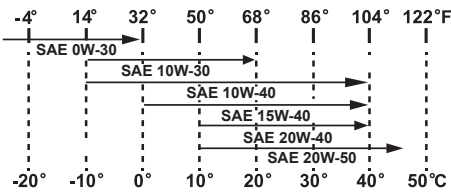

Figure 5-12
4. La Figure 5-12 indique la viscosité de l'huile à utiliser.